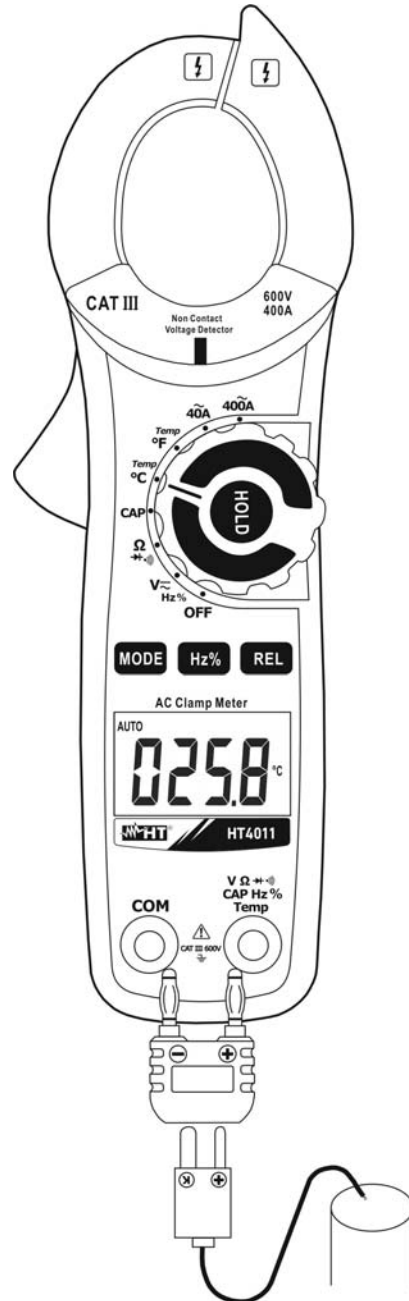

Fig. 3: Uso de la pinza para medida de Temperatura
2. Inserte la sonda tipo K en dotación en los terminales de entrada **VΩ** **CAP** **Hz%** **Temp** y **COM** mediante el adaptador, respetando la polaridad mostrada en Fig. 3. El valor de la temperatura se muestra en pantalla